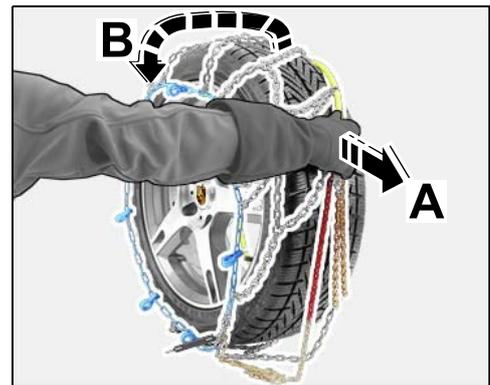

Figura 15
3.2.1 Separar el extremo del arco de acero flexible tanto como sea posible (⇒ *Figura 15-A-*) y sacar la cadena antideslizante por la parte alta de la rueda (⇒ *Figura 15-B-*).